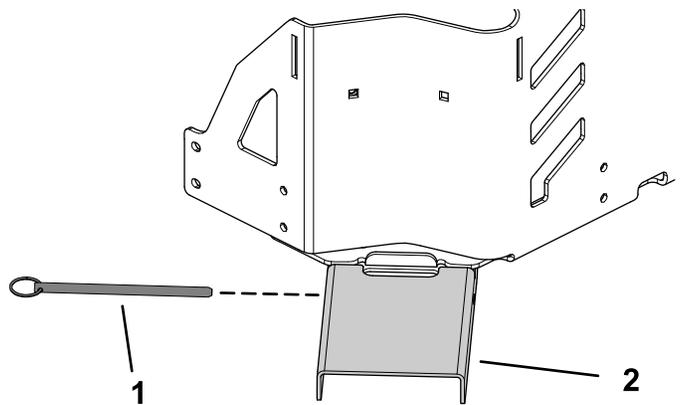

Bild 2
2. Befestigen Sie die Platte mit dem Arretierbolzen an der Halterung (Bild 2).